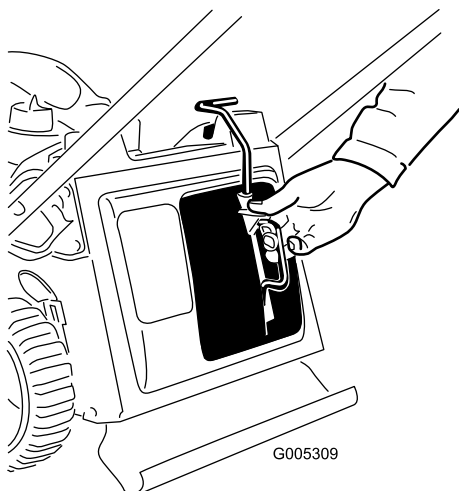
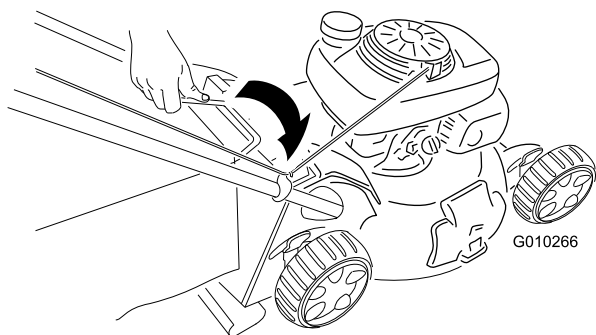

Figura 18
Figura 19
1. Installate il tappo mulching (Figura 18) o il cesto di raccolta (Figura 19) sulla macchina.